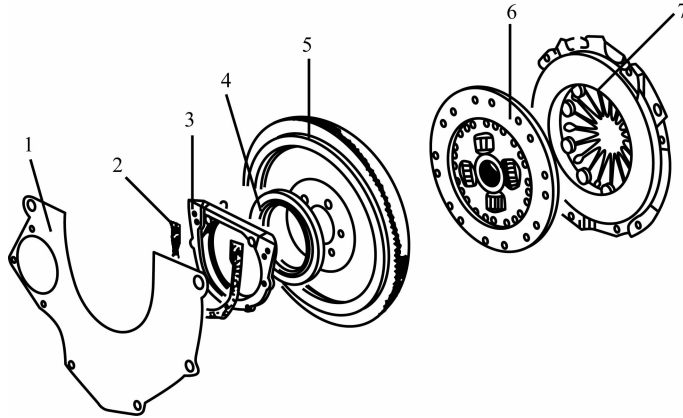

图 2-4 后端飞轮与附属装置
(4) 飞轮与曲轴凸缘有 6 个不对称布置的紧固螺栓,其紧固力矩为 $75 \text{ N} \cdot \text{m}$ 。安装飞轮时,螺栓上应涂 D6 防松胶。
(5) 曲轴后端飞轮与附属装置的拆卸顺序如图 2-4 所示。